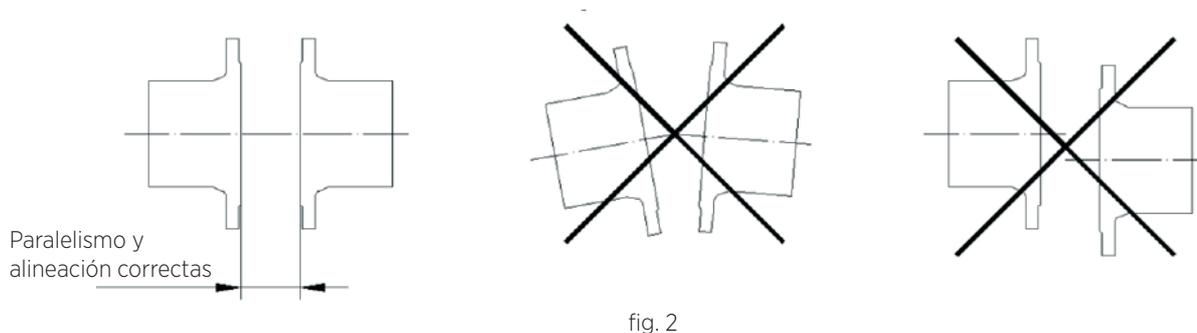

fig. 2
- Los tornillos de los agujeros roscados ciegos, tendrán una profundidad máxima P (fig. 2) y nunca llegarán al fondo del agujero. En la siguiente tabla (tabla 1), se muestra la profundidad máxima de la rosca en los agujeros y el par máximo a aplicar en los tornillos de las bridas: